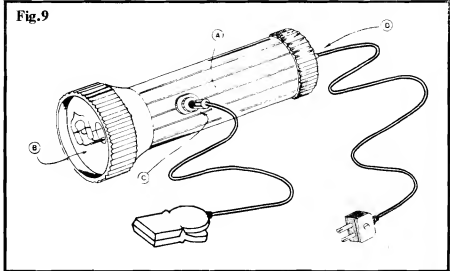

Fig.9
**- FIG. 9 - O "JEITÃO" FINAL DA "SP"...** - Uma visão "total" da montagem, já encapsulada na lanterna adaptada, e com os respectivos cabos de alimentação e disparo, dá um boa idéia de como SP fica elegante e prática, beneficiada em seu manuseio pela própria ergonomia original do corpo da dita lanterna...! Por razões de segurança, convém que o conjunto de conectores "banana" (C) fique bastante "afastado" da zona mais "perigosa" do dispositivo... O "rabicho", saindo pela traseira (D), fica em posição que não atrapalha o manuseio geral do conjunto, de modo que - facilmente - a "boca" (B) pode ser apontada para a desejada direção, manualmente...